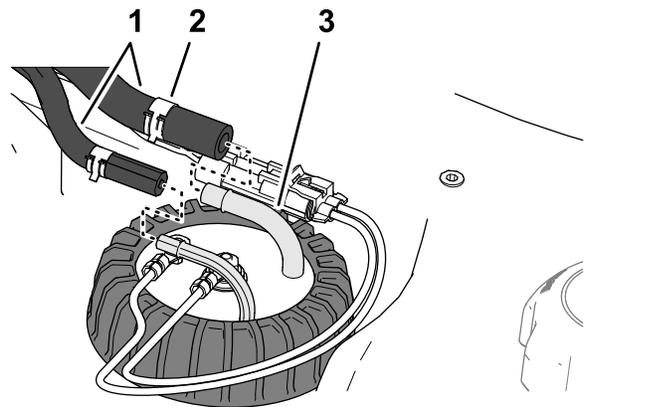

Figura 128
5. Montate il flessibile sui raccordi del trasmettitore di livello carburante e fissate i flessibili ai raccordi con i serratubi (Figura 128).